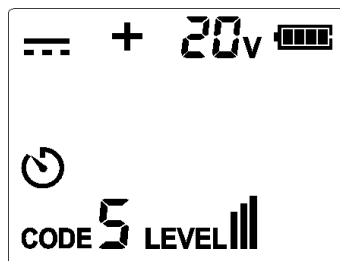

Figura 9.1a Misura della tensione CC
4. Quando la tensione è 8 V ~ 480 V CC/AC (50/60 Hz). Se la tensione misurata è una tensione CC e il polo positivo è collegato alla porta V+, verrà visualizzata la polarità della porta (la polarità della porta V+ è "+"). Come mostrato nella Figura 9.1a.